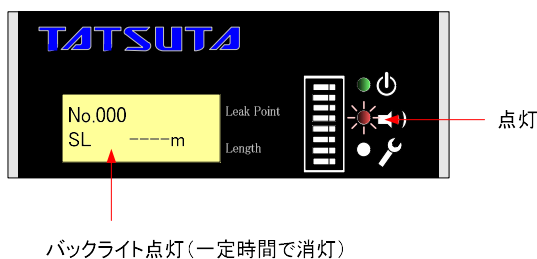

図 11. 断線検知時の表示
- 3) 液晶画面に表示されているセンサ長(SL)が「---m」となります。(図 11参照)